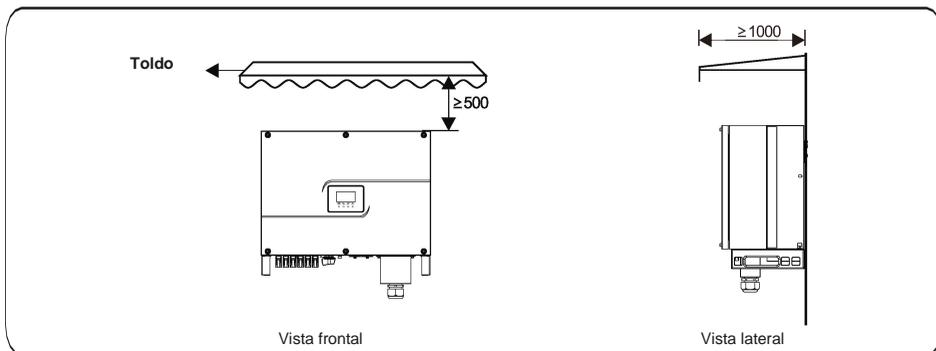

Figura 4.3 Entorno de instalación con toldo (unidad: mm)
- c. El inversor no debe quedar expuesto a la luz solar directa, lluvia ni nieve para ampliar su vida útil. Se recomienda instalar el inversor en un lugar protegido. Si no se dispone de un lugar donde resguardarlo, puede construirse una cubierta, tal como se muestra en la figura 4.3.